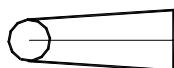
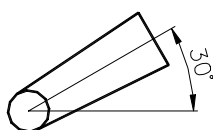

Fig. U7.24
Fig. U7.25
2. Desenul din Fig. U7.24 se modifică conform Fig. U7.25. Specificați care dintre comenzile de mai jos pot fi utilizate: